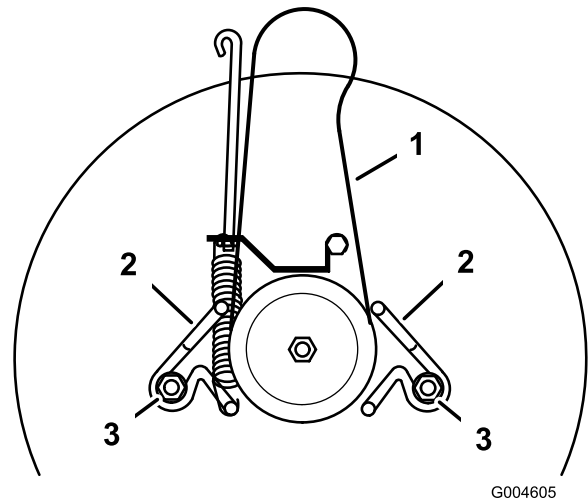

Figure 34
- Desserrez les boulons de montage des guides de courroie et écarter les guides de la poulie (Figure 34).
- Placez la courroie d'entraînement de la lame de rechange sur la poulie et dans les guides (Figure 34).
- Réglez les guides de courroie à 3 mm de la poulie. Resserrez les boulons de montage (Figure 34).